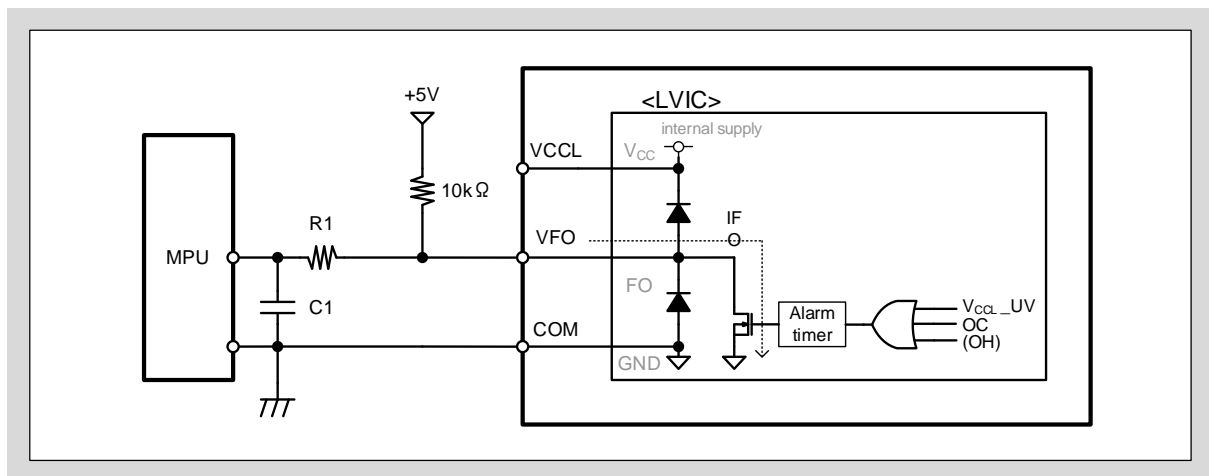
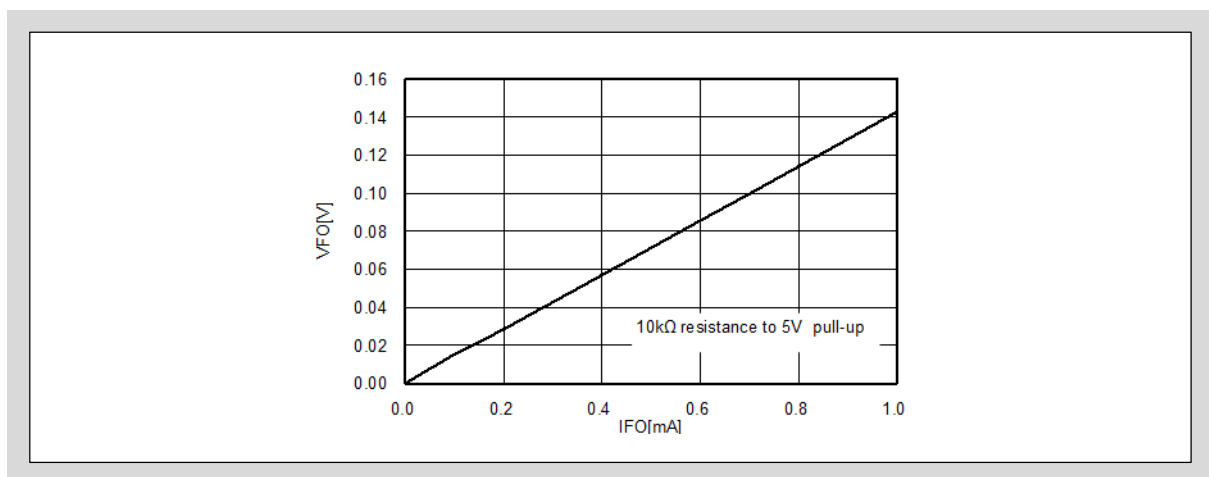

図3-21 VFO端子とMPU I/Oの推奨接続回路
図3-22 アラーム出力状態のVFO端子のVI特性
- 図3-21に示すようにアラーム出力VFO端子はMPUと直接接続することが可能です。VFO端子はオープンドレイン出力となりますので、5Vもしくは3.3Vのロジック制御用の直流電源に10kΩの外付け抵抗でプルアップしてください。また、MPUラインにバイパスコンデンサC1と5kΩ以上の突入電流制限抵抗R1を接続することを推奨します。これらの信号ラインは、可能な限り最短距離で配線してください。
- 図3-21に示すように V_{CC} -VFOとVFO-COM端子間に電氣的にダイオードが接続されています。このダイオードは、本製品をサージ入力から保護するためのものであるため、電圧クランプダイオードとして使用しないでください。本製品が破壊する恐れがあります。
- 図3-22にアラーム出力時のVFO端子の電圧-電流特性を示します。IFOは図3-21に示すVFO端子のシンク電流となります。